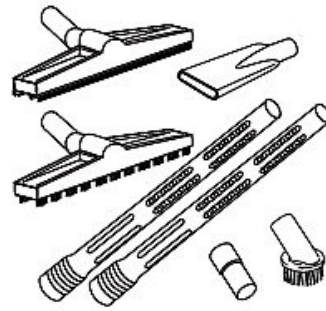

Abb. 12: Wassersaugdüse anschließen
Schritt 4: Verbinden Sie die Wassersaugdüse mit dem Saugrohr (Abb. 12)